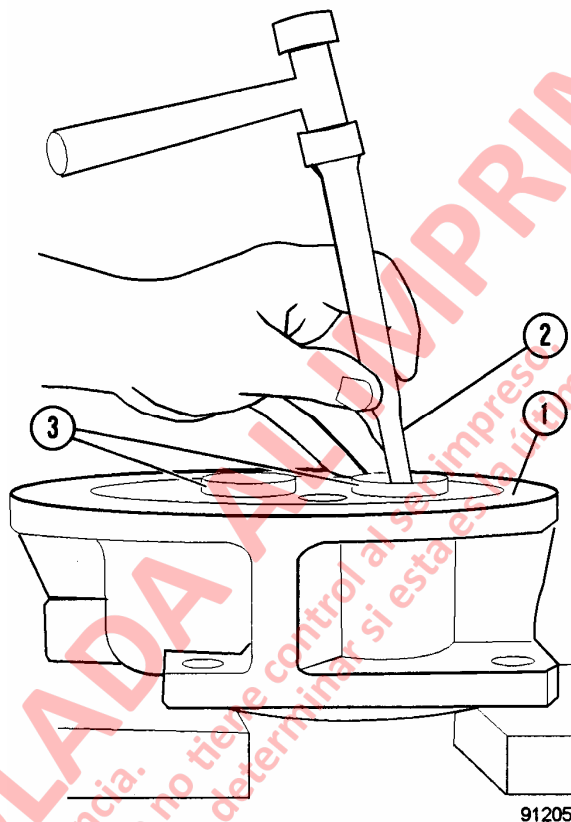

FIGURA 3-8. RETIRO DEL SELLO DEL EJE
15. Use un punzón y un martillo para sacar el sello del eje exterior de la cavidad de la pestaña. (Consulte la Figura 3-8). Tenga cuidado de no marcar, rayar o dañar la superficie de la cavidad del sello o los rodamientos.